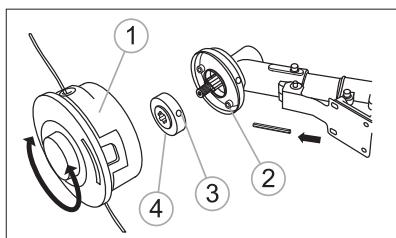

fig. 6
2. Menținând știftul în orificiile 2 și 3 ale carcasei reductorului și ale șaibei pentru flanșă 4 roțiți capul de tăiere cu fir împotriva acelor de ceasornic până la rezuț (fig. 6).